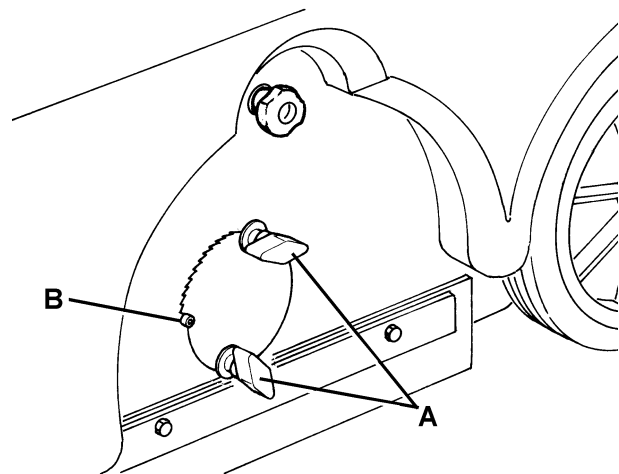

Abbildung 5
2. Sicherstellen, dass die Maschine nicht selbstbewegen kann. Wenn verfügbar, die Pedalbremse (26) treten.
3. Den Zündschlüssel (71) auf „0“ drehen.
4. Die Knöpfe (A, Abb. 5) an beiden Maschinenseiten heraus-schrauben.
5. Durch Betätigen der Knöpfe (A, Abb. 5) den Zeiger (B) zur Einstellung der Höhe der Hauptkehrwalze auf beiden Maschinenseiten versetzen, dann die Knöpfe (A) einschrauben.
Der Zeiger (B, Abb. 5) soll an die gleiche Stellung auf beiden Maschinenseiten versetzt werden. Es wird eine größte Stellungsunterschied von zwei Kerben vorgelassen, um die Spur (A, Abb. 4) von 2 bis 4 cm zu erreichen, wie im Schritt 1 bestimmt ist.